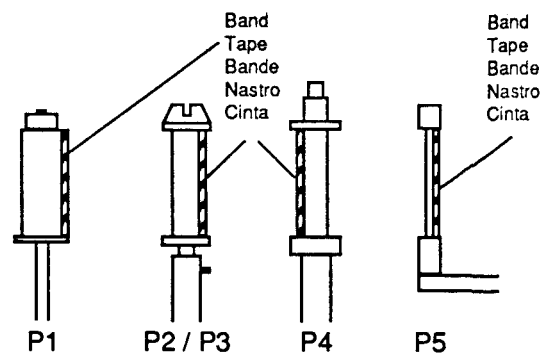
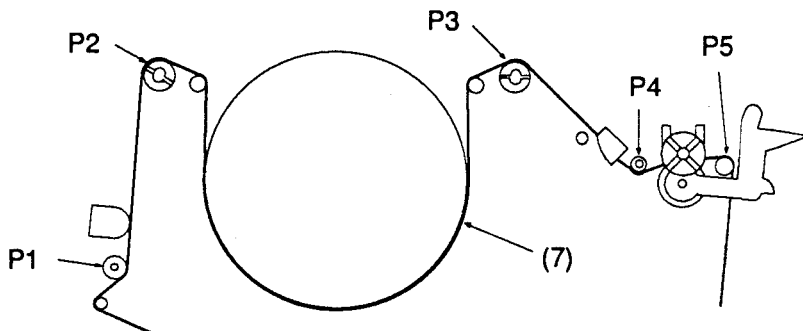

Fig. 33
Fig. 35
- Prüfen, ob das Band an den Bolzen P1, P2, P3, P4 und P5 ohne zu bürzeln läuft (Fig. 33...Fig. 35).
- Check that the tape runs past the Bolts P1, P2, P3, P4 and P5 without crinkling (Fig. 33 ... Fig. 35).